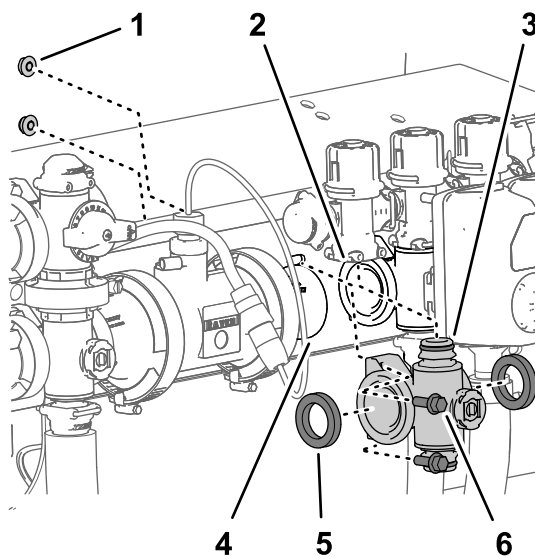
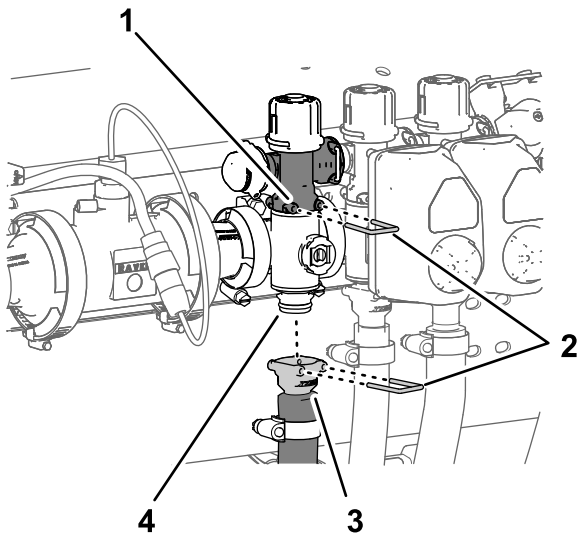

Figure 117
Figure 118
1. Aligned les 2 joints que vous avez retirés à la section Dépose de la valve de collecteur de section (page 85) et les brides du collecteur de vanne de section (Figure 117).
2. Alignez la bride du collecteur de vanne de section entre les brides des autres vannes de section et/ou adaptateur d'accouplement (Figure 117).
3. Fixez le raccord rapide du collecteur de vanne de section au raccord rapide femelle de la vanne de dérivation de section à l'aide d'un l'étrier de fixation (Figure 117 et Figure 118).
5. Pour les collecteurs de vanne de section gauche et droit, fixez le collecteur de vanne de section au support de vannes (Figure 117) à l'aide des 2 boulons à embase ($\frac{1}{4}'' \times \frac{3}{4}''$) et des 2 contre-écrous à embase ($\frac{1}{4}''$) que vous avez
8. Fixez le raccord rapide du flexible de section au raccord rapide du collecteur de vanne de section à l'aide de l'étrier de fixation (Figure 118).